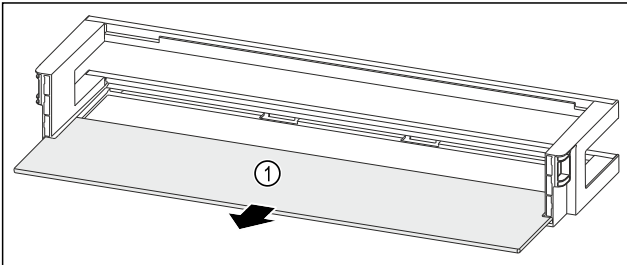

Fig. 84 Raf alanlı kapı rafı
- Raf alanını Fig. 84 (1) çıkarın.